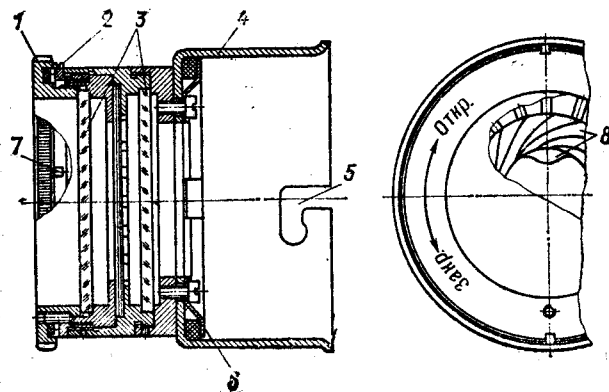

Рис. 15. Диафрагма:
19. Диафрагма (рис. 15) надевается на корпус объектива при выверке прицела днем или